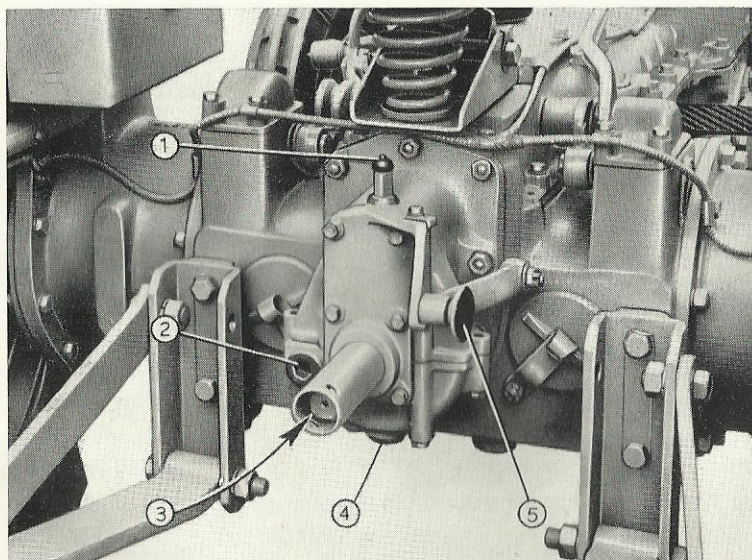

Fig. 54. - Prise de force.
- Toutes les 20 heures de travail vérifier le niveau de l'huile par le bouchon placé sur la partie arrière du groupe (2, fig. 54); le cas échéant, ajouter de l'huile FIAT A 140 (SAE 140) (*) jusqu'au niveau du bouchon même.